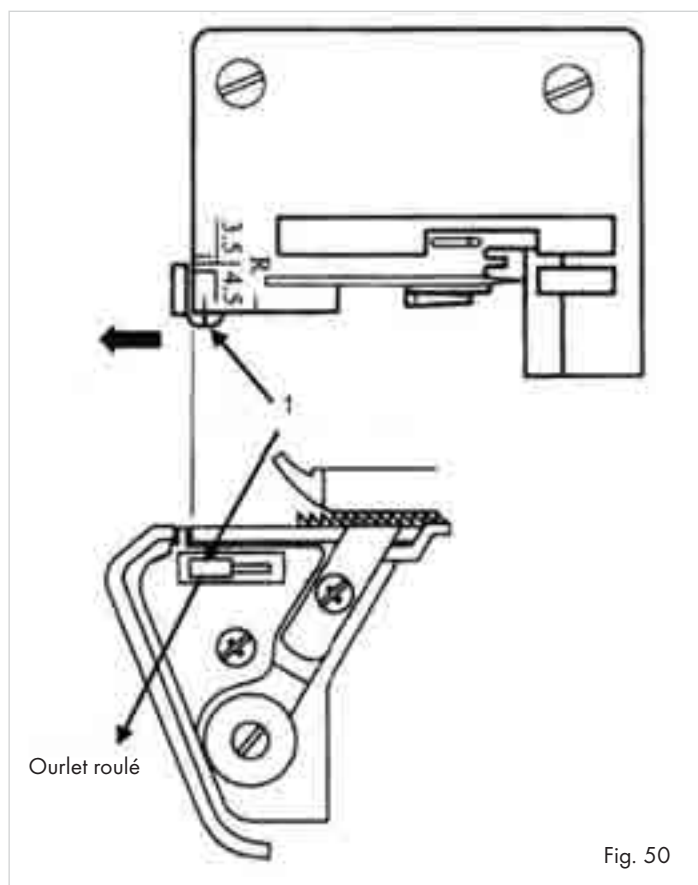

Fig. 50
- Ouvrez le capot avant ⑩.
- Faites glisser l'interrupteur de largeur de couture ⑬ sur "R", afin de faire reculer le doigt de largeur de couture (1) (Fig. 50).
① Remarque :